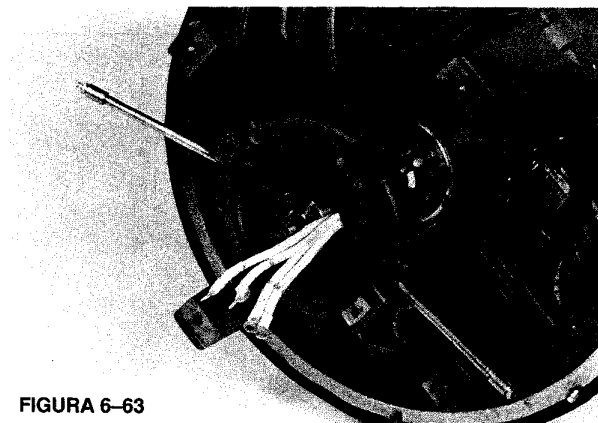
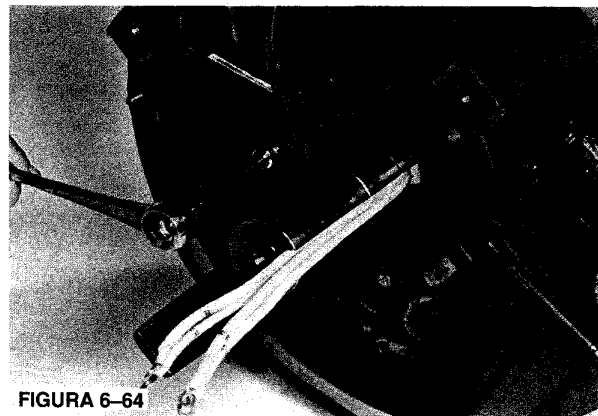

FIGURA 6-63
FIGURA 6-64
5. Instale la tapa exterior del cojinete en el extremo del excitador. (Figura 6-63.) Alinee los orificios en la tapa de cojinete interna y externa, e instale tornillos de casquete. Torsione a un par de 25 pies-libra (34 N-m) (Figura 6-64.)